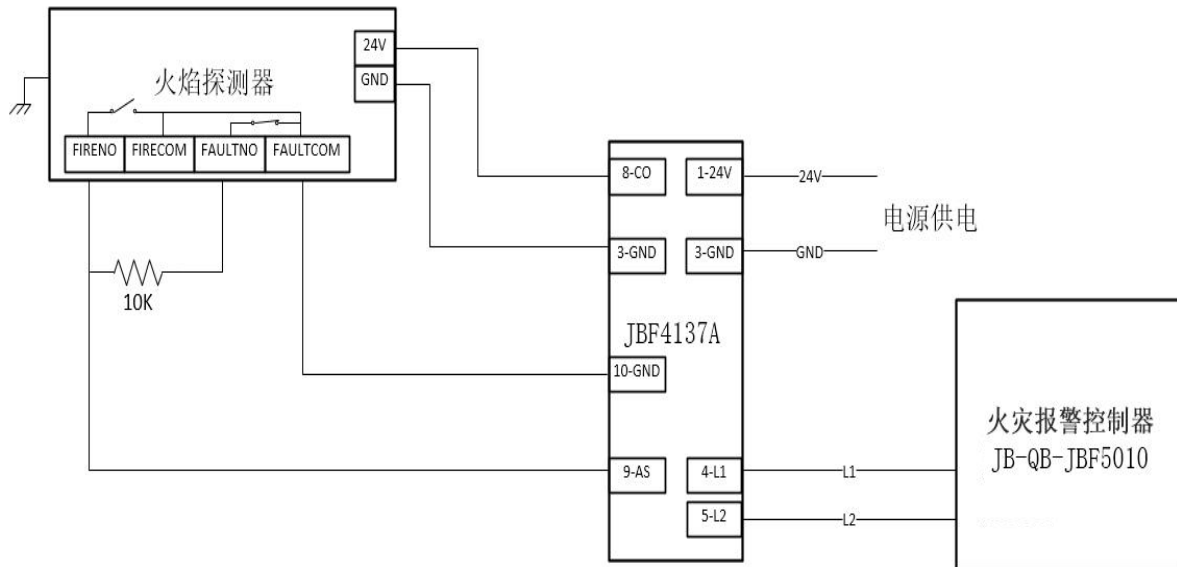

图 2 火焰探测器与火灾报警控制器 JBF5010 接线图
- 2、按图 2 所示完成接线, 操作火灾报警控制器对模块进行登记。